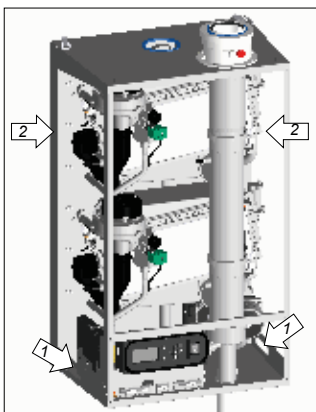

Bild 5.3.g
- ⚠ Heben Sie den Kessel nur mit den Spezialgriffen im unteren Rahmen (1) an und unterstützen Sie den Kessel an der Rückwand (2). Siehe Bild 5.3.g.**